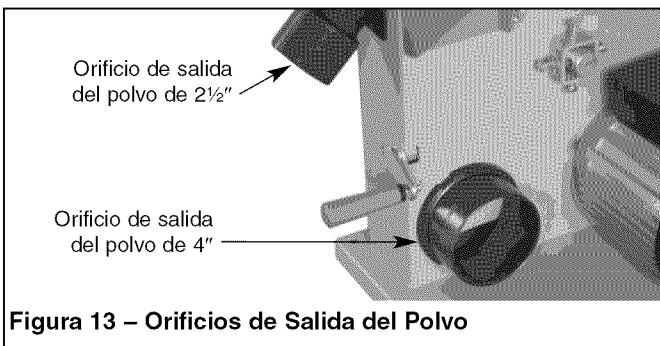

Figura 13 – Orificios de Salida del Polvo
- La sierra de banda incluye un orificio de salida de polvo de $2\frac{1}{2}''$ y otro de $4''$ (véase la Figura 13). Se recomienda que cuando se use la sierra de banda, ésta esté conectada a un colector de polvo adecuado.